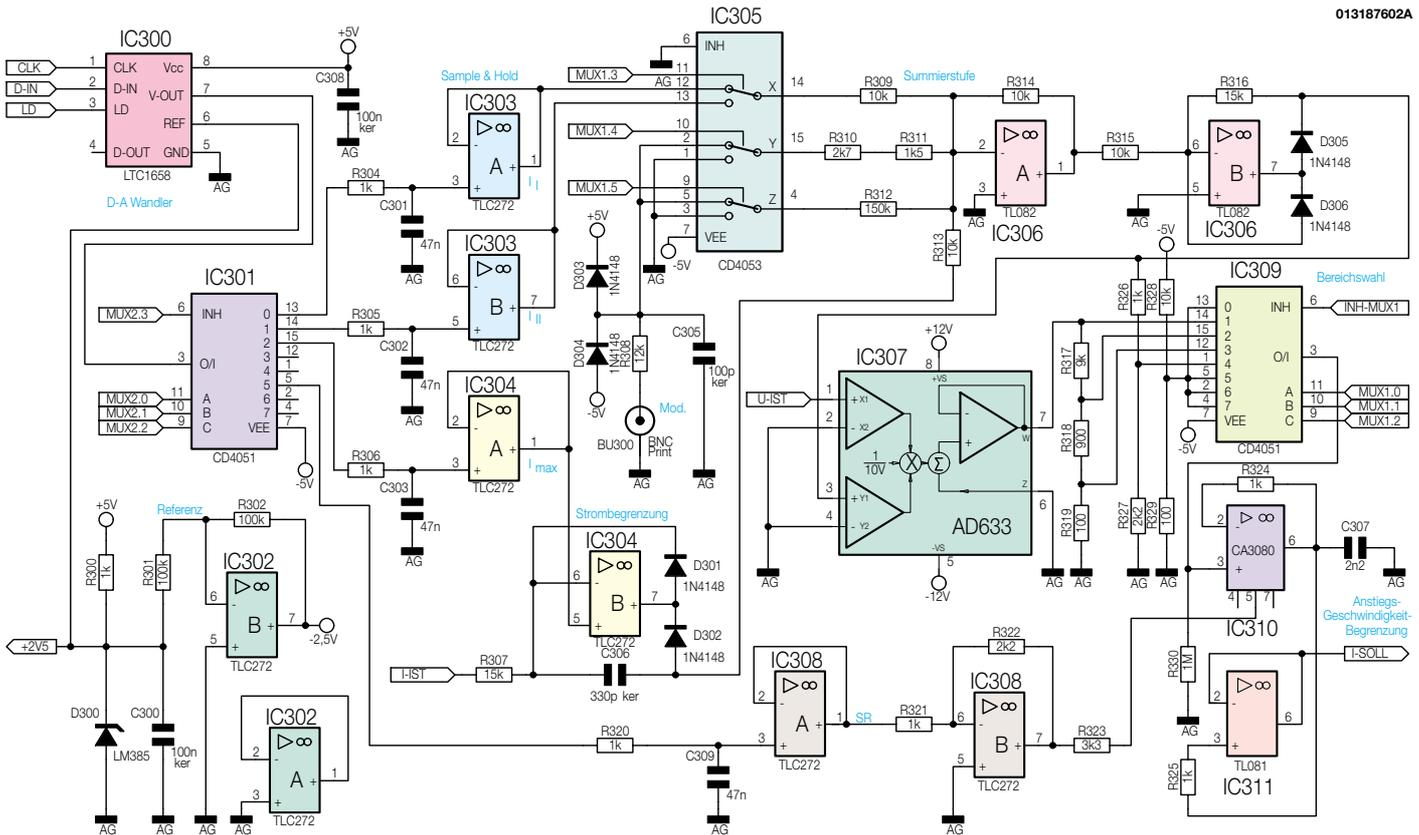

Bild 6: Schaltung der Sollwertzeugung
- Sollwertzeugung (Abbildung 6)